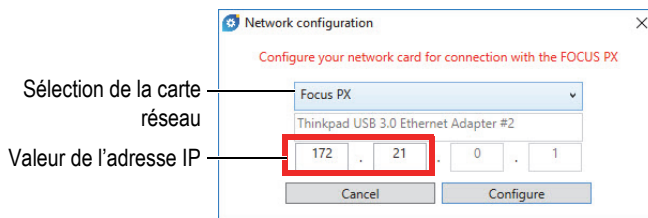

Figure 5-3 Sélection de la carte réseau à configurer
4. Dans la boîte de dialogue **Network configuration** (Configuration de la carte réseau), sélectionnez la carte réseau qui sert à communiquer avec le FOCUS PX (voir la Figure 5-3 à la page 21).